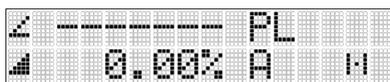

Abb. 23: PlaneLok-Anzeige am Laser
7.) Der Laser sucht nach dem Empfänger. Die Displays von Laser und Empfänger zeigen den blinkenden Hinweis „-PL-“, wenn der Laser sucht und den Strahl auf Soll bringt (vgl. Abb. 23). Sobald die PlaneLok-Position erreicht ist, blinkt „-PL-“ an Laser und Empfänger nicht mehr.